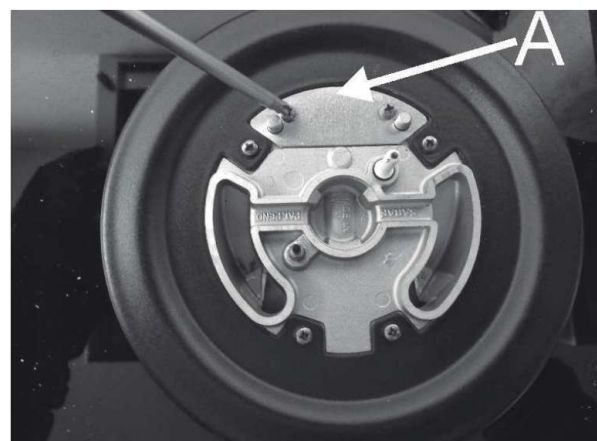

Fig.17
***DCC AFB : air par le bas (fig. 17).**